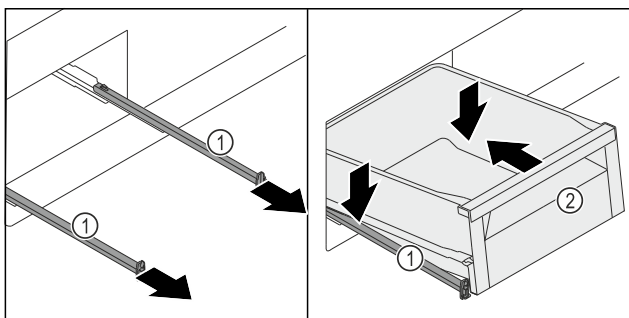

Fig. 138
- ▶ Izvucite vodilice Fig. 138 (1).
- ▶ Čvrsto držite vodilice Fig. 138 (1) i postavite ladicu Fig. 138 (2) ukoso sprijeda na vodilice Fig. 138 (1).
- ▶ Ladicu Fig. 138 (2) na vodilicama Fig. 138 (1) gurnite prema natrag do graničnika.